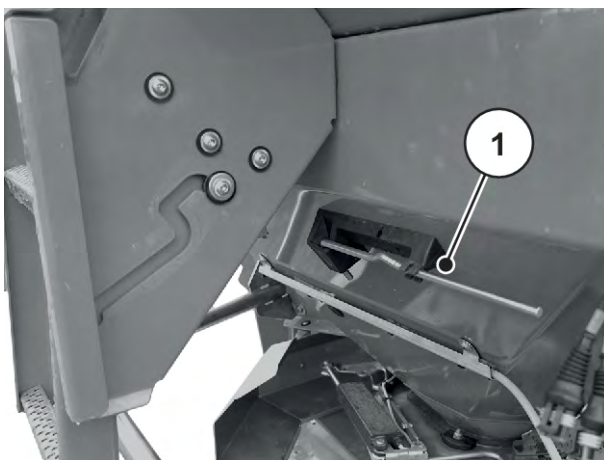

Fig. 32: Plassering av innstillingsspaken AXIS xx.2
- ▶ Legg innstillingsspaken tilbake i den tiltenkte holderen. Se *Fig. 32 Plassering av innstillingsspaken AXIS xx.2*